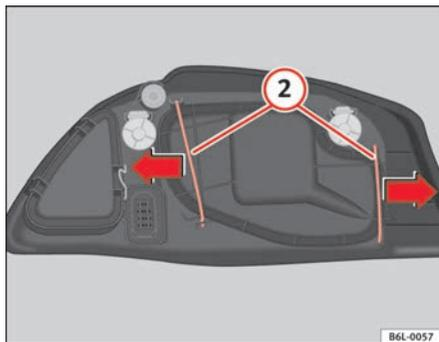

Fig. 152 Lampe feux de route
- Déplacez les tirants (2) ⇒ fig. 152 vers l'extérieur, dans le sens de la flèche puis retirez le cache.
- Placer le cache en plastique et les tirants (2) ⇒ fig. 152.